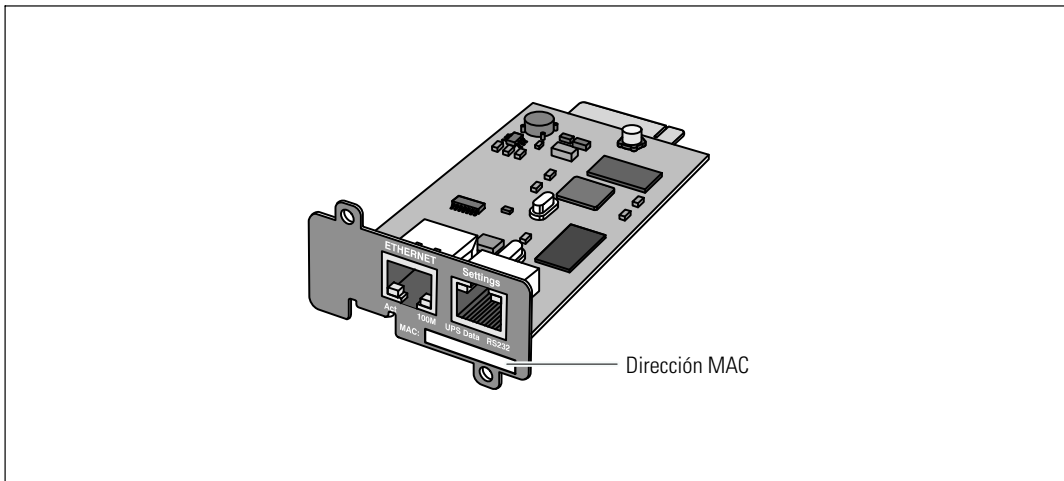

Figura 2. Ubicación de dirección MAC
- La dirección MAC está ubicada en la etiqueta en el frente de la tarjeta (consulte la Figura 2).